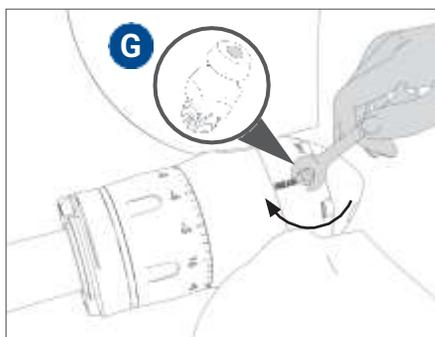

FIG. 43 Enroscado del engrasador "G"
- Enrosque en el orificio el engrasador **G** suministrado con la hélice (**Fig. 43**).